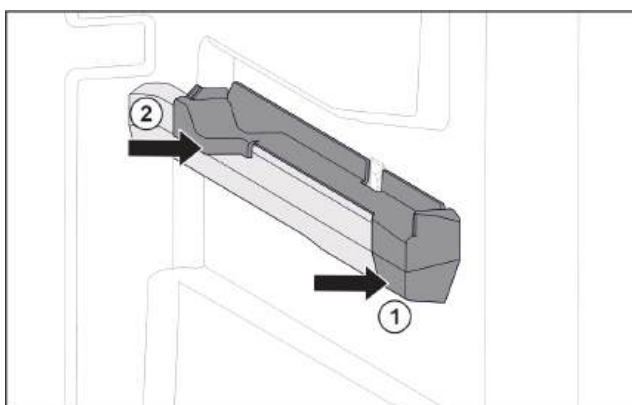

Fig. 98 Aufsteckteil auf der rechten Behälterrippe
- Aufsteckteil vorne an Behälterrippe ansetzen. Fig. 98 (1)
- Aufsteckteil hinten andrücken. Fig. 98 (2)